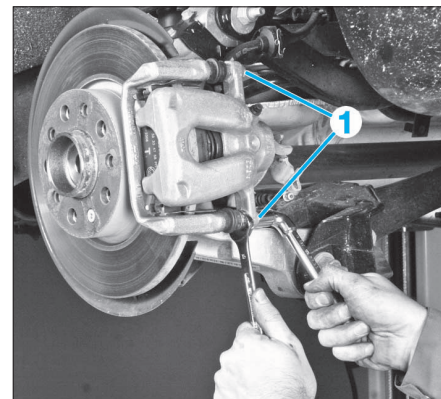

FIG. 9
- Déposer les vis de fixation (1) de l'étrier, puis déposer ce dernier (Fig.9).